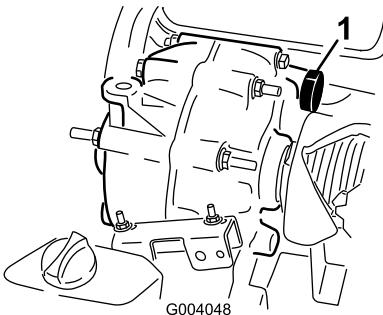

Figura 58
7. Riempite il serbatoio (Figura 58) attraverso il foro di riempimento con circa 1,4 litri del fluido